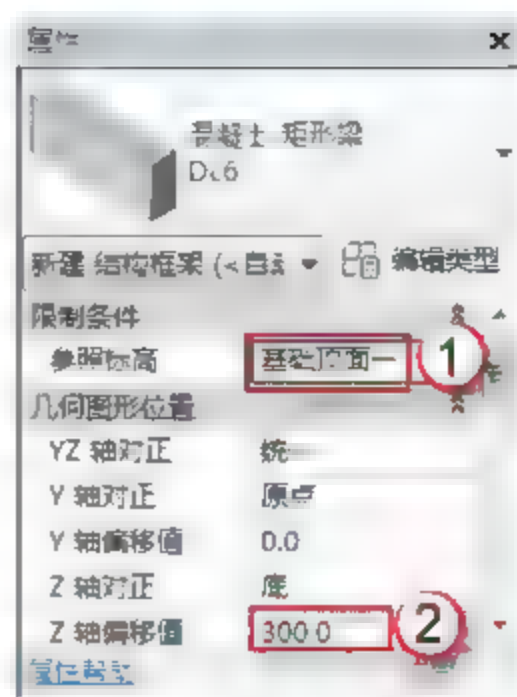
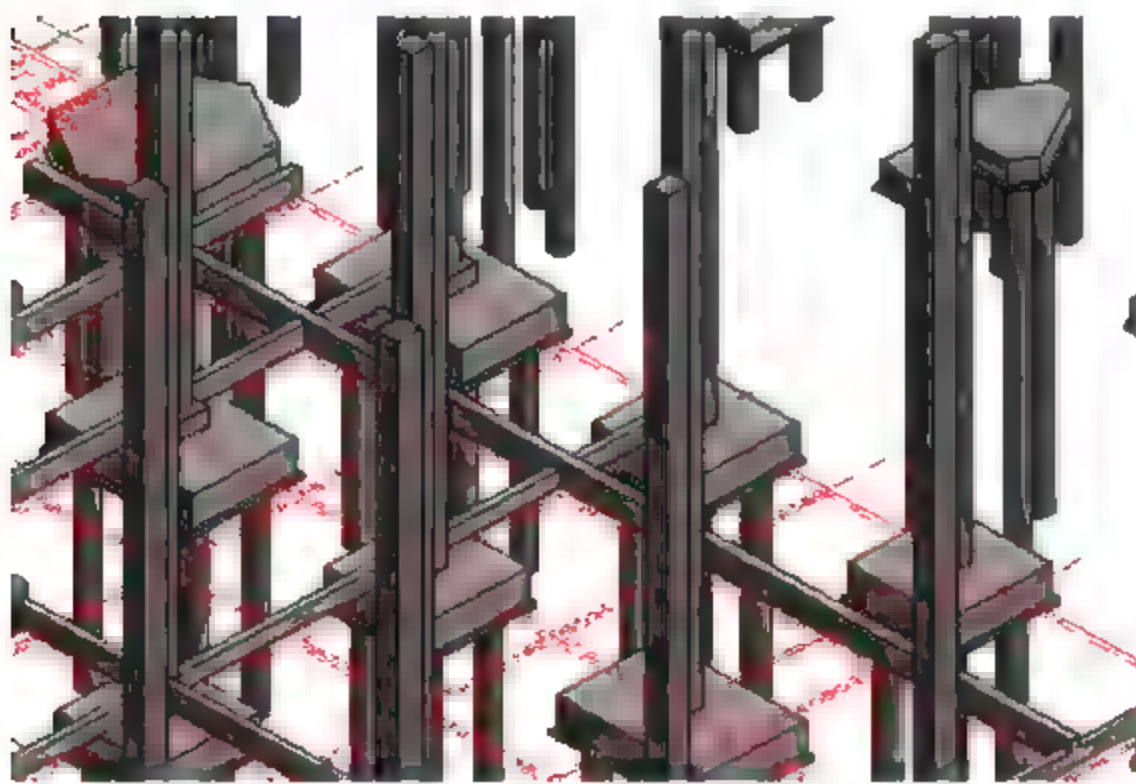

图 3.1.65 设置 Z 轴偏移值
图 3.1.66 绘制 DL6
(15) 绘制 DL6。选择“结构”→“梁”命令，在“属性”面板中调整参数标高（基础顶面-1），Z 轴偏移值 300 个单位，如图 3.1.65 所示。找到 DL6 的位置从一侧向另一侧绘制，如图 3.1.66 所示。